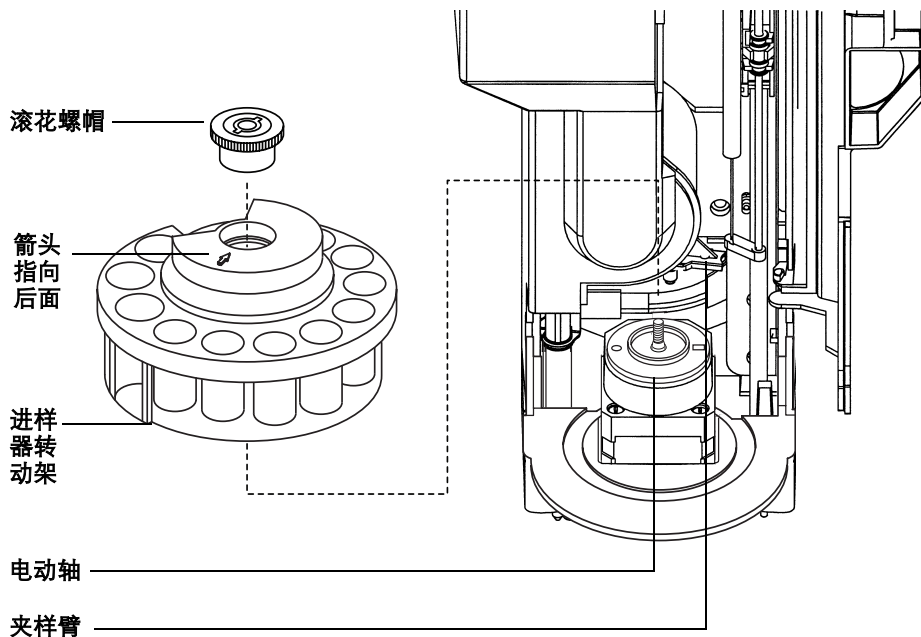

图 60 取下进样器转动架
- 3 转动进样器转动架，以便打开的部分朝向冷却塔的后面，并且进样器转动架顶部的箭头直接指向后面。向后推夹样臂，然后提起进样器转动架的前部，以免它碰到中心轴。取下进样器转动架。请参阅图 60。